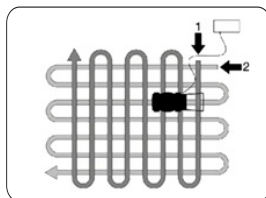

Рис. 17
- Рекомендуемая схема кошения приведена на (Рис. 17). Состояние газона будет улучшаться, если его регулярно скашивать до одинаковой высоты, двигаясь в различных направлениях.